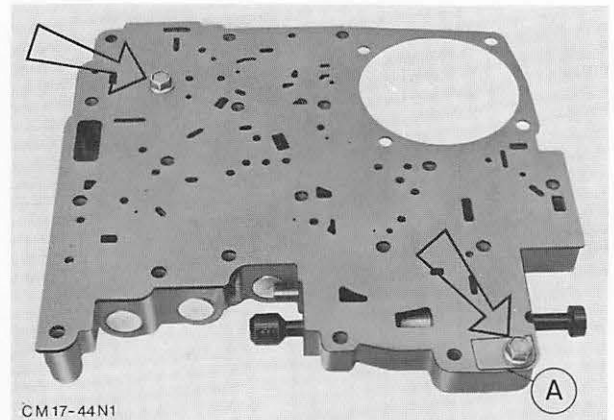

Abb. 104 Befestigungsschrauben – Abdeckplatte
56. Schrauben (2) der Abdeckplatte entfernen, Abb. 104, und Platte mit Dichtung vorsichtig abheben. Kugelventile (5) und die beiden Überdruckventile mit Federn herausnehmen. Dann Halteplatten, Stifte, Stopfen und Ventile mit Federn ausbauen.